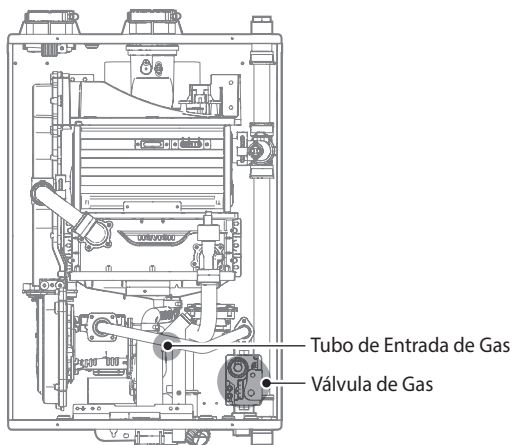

Figura 2. Componentes Internos de la Serie NHB
8. Con los componentes internos expuestos, ubique el tubo de entrada de gas y la válvula de gas al medio de la unidad, como se muestra en la Figura 2.